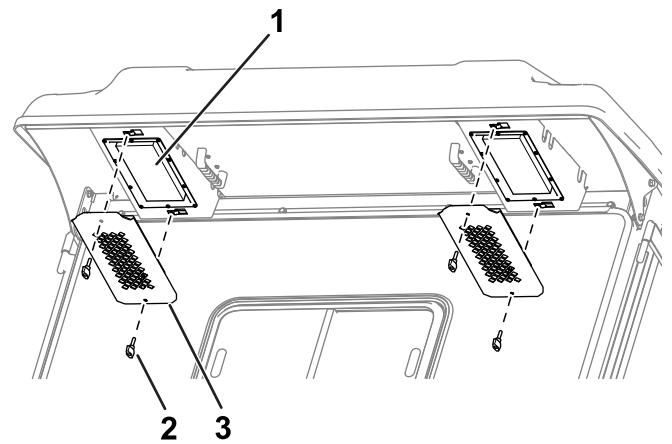

Bild 87
4. Verwenden Sie die Drehknöpfe und Roste, um die Filter in die Kabine einzubauen (**Bild 87**).
1. Entfernen Sie die Drehknöpfe und Roste vom hinteren Überhang der Kabine (**Bild 87**).